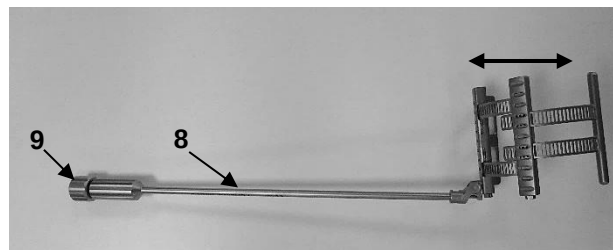

Fig. 8
La hoja Treede Maxposition se puede subir o bajar con la guía del gancho (8) girando la tuerca de fijación (9) en el sentido de las agujas del reloj o en sentido contrario (Fig. 8).